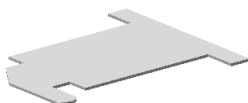
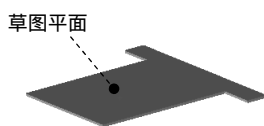

图 10.5.5 薄片 1
图 10.5.6 草图平面
Step3. 创建如图 10.5.5 所示的钣金特征——薄片 1。选择下拉菜单 **插入(I)**  **钣金(H)**  **基体法兰(A)...** 命令；选取如图 10.5.6 所示的模型表面作为草图平面，在草图环境中绘制如图 10.5.7 所示的横断面草图，选择下拉菜单 **插入(I)**  **退出草图** 命令，退出草图环境，此时系统自动生成薄片 1。